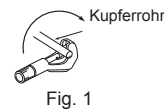

Fig. 1
- Der Ablaufschlauch sollte nach unten gerichtet sein, um ein gutes Abfließen sicherzustellen. (Fig. 1)
- 1) Schneiden Sie das Kupferrohr sachgemäß mit einem Rohrschneider ab. (Fig. 1, 2)